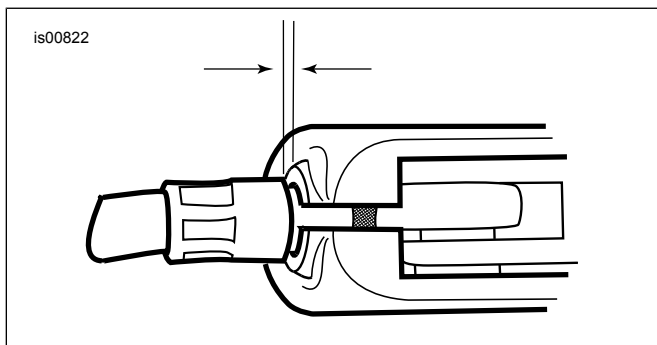

Figure 3. Jeu du câble d'embrayage, 1/16 à 1/8 po (1,6-3,2 mm)
9. Voir Figure 3 . Maintenir le réglleur avec une clé de 1/2 po et utiliser une clé de 9/16 po pour serrer l'écrou de blocage contre le réglleur de câble. Recouvrir le réglleur de câble avec la gaine en caoutchouc.